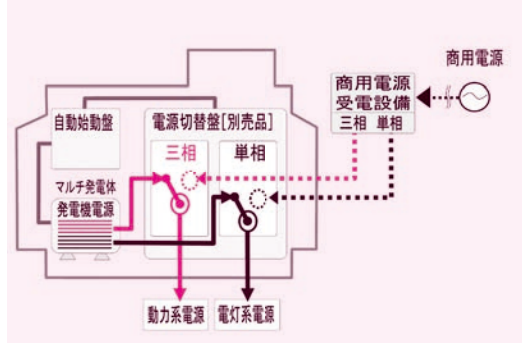

図2
- ② 三相と単相が内蔵された電源切替盤を発電機内部に搭載する場合は、専用品(別売)が必要となる。(図2参照)